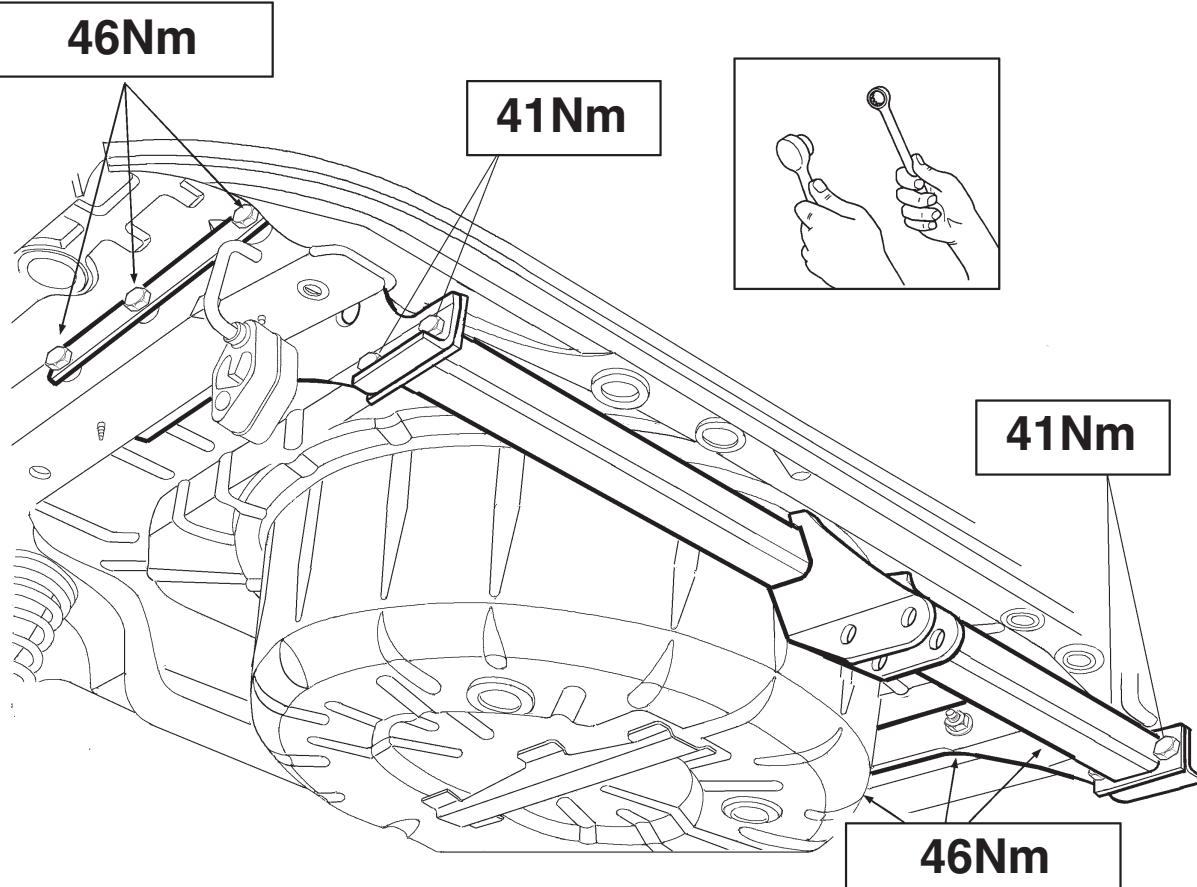
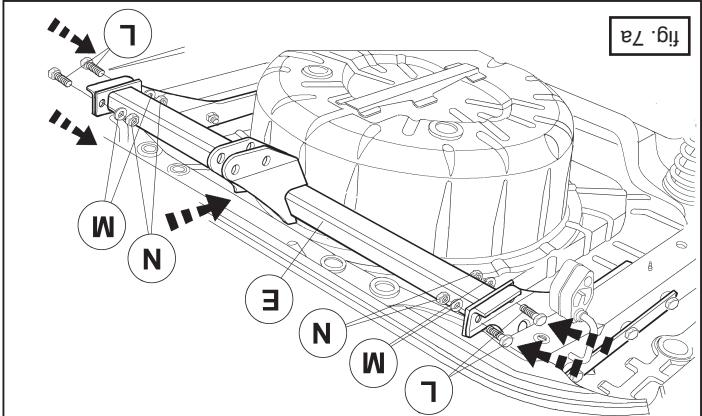
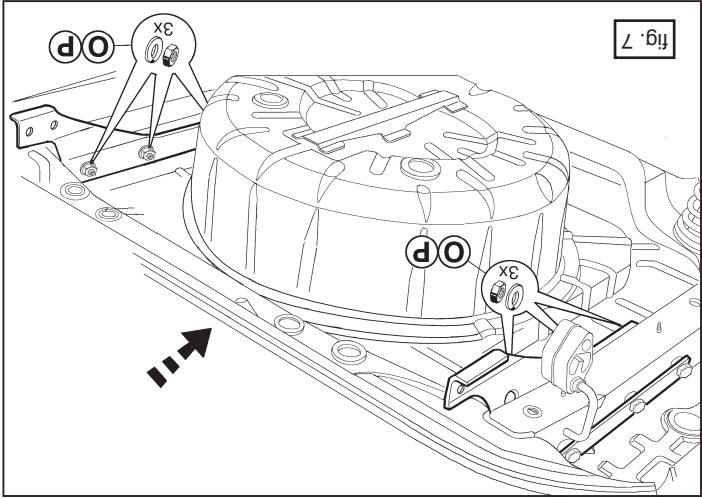

fig. 8
fig. 7a
fig. 7
2. Kontraplaten met afstandsbussen en bouten overeenkomstig fig.4 t/m fig.6 aanbrengen. Let er op dat de bouten zich op de juiste plaats bevinden. Plaats de zijplaten overeenkomstig fig.7 tussen de chassisbalken. Plaats de dwarsbalk overeenkomstig fig.7a tussen de zijplaten. Breng de moeren overeenkomstig fig.7 aan en draai ze met het in de fig.8 getoonde moment vast. Herplaats het onder punt 1 verwijderde.
2. Fit the backplates with spacers and bolts as shown in figs 4 to 6. Make sure the bolts are correctly positioned. Position the side plates between the chassis members as shown in fig.7. Position the crossbar between the side plates as shown in fig.7a. Position the nuts as shown in fig. 7 and tighten them to the torque indicated in fig.8.
fig. 7 et serrer les aux couples indiqués fig. 8.
formeaux aux fig. 4 à 6. Veiller à ce que les boulons se trouvent à la bonne place. Positionner les longerons de l'attelage à l'intérieur des longueurs du châssis du véhicule, voir fig. 7. Fixer les corps d'attelle-ge entre les longerons de l'attelage, voir fig. 7. Positionner le corps d'attelle-ge entre les longerons de l'attelage à l'intérieur des longueurs du châssis du véhicule. Positionner les boulons de l'attelage à l'intérieur des longueurs du châssis du véhicule, voir fig. 7a.
l'intérieur des longueurs du châssis du véhicule, voir fig. 7a.
5. Die Gegenplatte anbringen. Gemäß Abb. 7 die Distanzhilsen und
6. Die Gegenplatte anbringen. Gemäß Abb. 8 die Distanzhilsen und
2. Anbringa motbrickorna med distansbussningar och skruvar enligt fig4 tom fig.6. Se till att skruvarna sitter på rätt plats. Placera sidoplattorna mellan chassits balkar enligt fig.7. Placera dragkroken mellan sidoplattna enligt fig.7a. Anbringa muttrarna enligt fig.7 och momentdrag dem enligt fig.8.
2. Montare le contropiastre con le bussole ed i bulloni, come indicato nelle figure da 4 a 6. Assicurarsi che i bulloni siano posizionati correttamente. Posizionare i pannelli laterali tra i montanti del telaio, come indicato in fig. 7. Posizionare la traversa tra i pannelli laterali, come indicato in fig. 7a. Applicare i dadi, come indicato in fig. 7 e serrarli alla coppia di serraggio indicata in fig. 8.
2. Pomiędzy kontrującą wraz z tulejkami dystansowymi i śrubami przykręcić według rysunku 4-6. Należy przy tym uważać, aby śruby znajdowały się w odpowiednim miejscu. Umieścić boczne panele zgodny z rys. 7 między ramami podwozia. Umieścić poprzecznice zgodny z rys. 7a między bocznymi panelami. Umieścić nakrętki zgodnie z rys. 7 i dokręcić je do momentu obrotowego tak jak na rysunku 8.